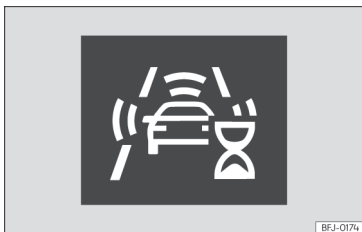

Fig. 117 Sur l'écran du combiné d'instruments : indication de calibrage initial automatique du système.
- Dans les premiers instants après avoir mis le contact et pris la route, à cause du calibrage automatique du système. Pendant cette période, une icône d'état s'affiche >>> **fig. 117**.